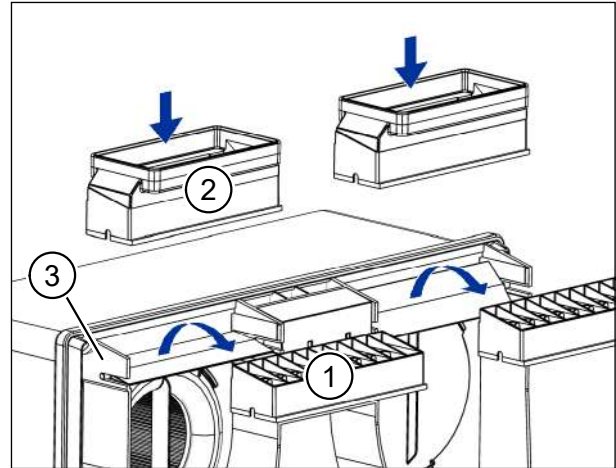
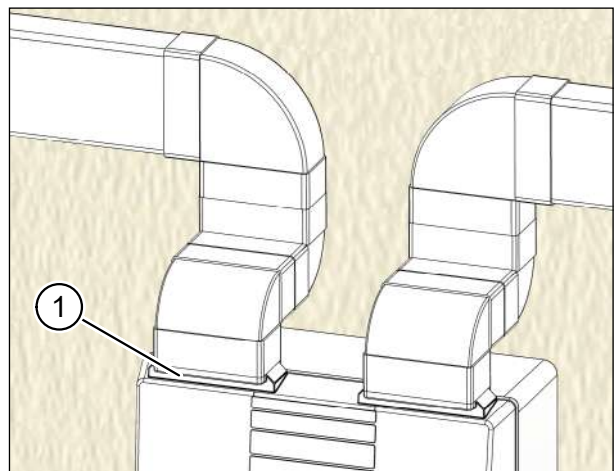

Abb. 39: Adapter (Adapter-Kit U2) montieren
Abb. 49: Flachkanäle mit Lüftungsgerät verbinden
- ▶ Heben Sie die beiden Luftklappenrahmen (Pos. 1 in Abb. 39), die standardmäßig im Gerät eingesetzt sind, nach oben ab.
- ▶ Setzen Sie beide Adapter (Pos. 2 in Abb. 39) aus dem Adapter-Kit U2 in die Halterungen (Pos. 3 in Abb. 39) am Lüftungsgerät ein, wie in Abb. 39 gezeigt.
- ▶ Entfernen Sie die Luftklappenrahmen (siehe Beschreibung und Abb. 39 in Abschnitt 11.7.3.1 auf Seite 36).
- ▶ Setzen Sie die Kanaladapter (Pos. 1 in Abb. 49) in das Lüftungsgerät ein (siehe Beschreibung und Abb. 39 in Abschnitt 11.7.3.1 auf Seite 36).